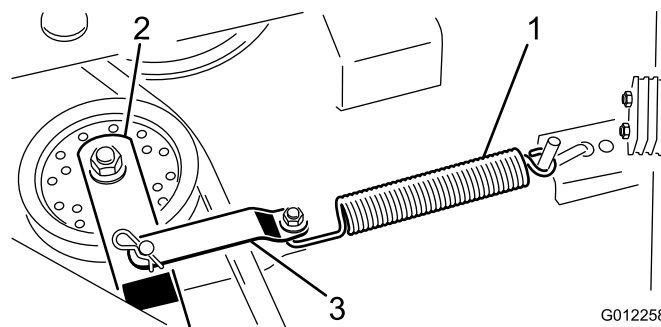

Figura 22
2. Sganciate la molla alla staffa del braccio di rinvio e allentate la tensione della cinghia (Figura 22). Togliete la coppiglia e il perno con testa che fissano la staffa del braccio di rinvio al braccio stesso.
7. Installate la staffa del braccio di rinvio al braccio stesso con la coppiglia e il cavallotto (Figura 22). Agganciate la molla alla staffa del braccio di rinvio. Per garantire la tensione corretta sulla cinghia di trasmissione, la molla dovrà essere estesa fino a lunghezza di circa 18 cm. In caso contrario, riposizionate l'asta della molla in un nuovo foro di montaggio più distante dalla cinghia.